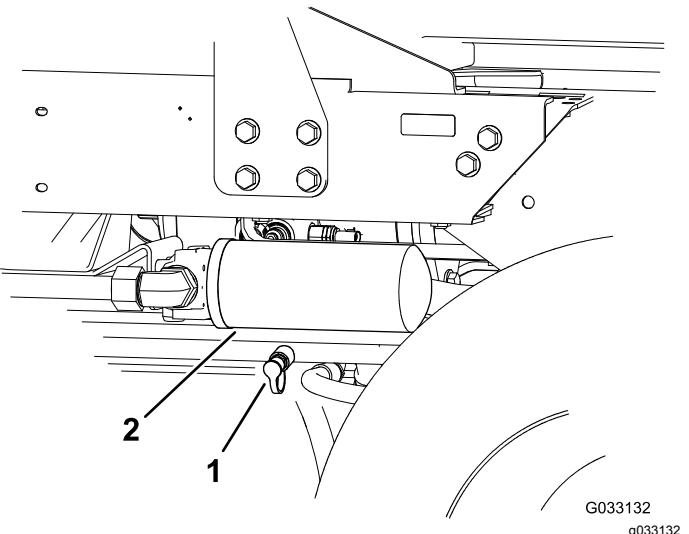

Рисунок 62
2. Подсоедините гидравлический шланг между диагностическими штуцерами, установленными в задний тяговый коллектор и в контрольное отверстие давления обратной тяги (Рисунок 62).